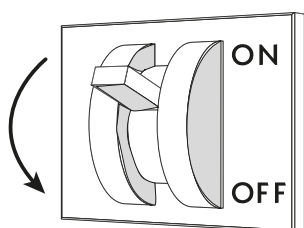

Fig. 35
- Couper la tension électrique au meuble réfrigéré en intervenant sur l'interrupteur-sectionneur général mural ("Fig. 35").